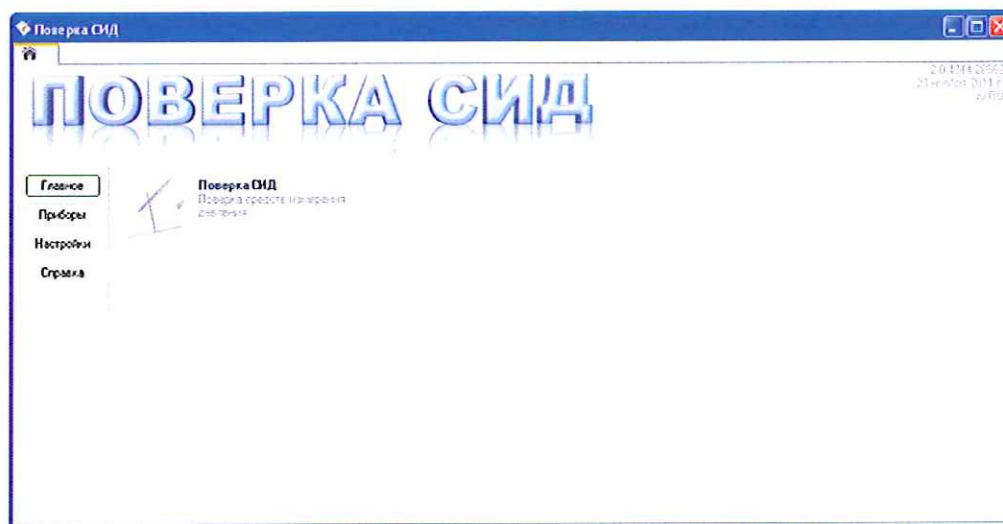
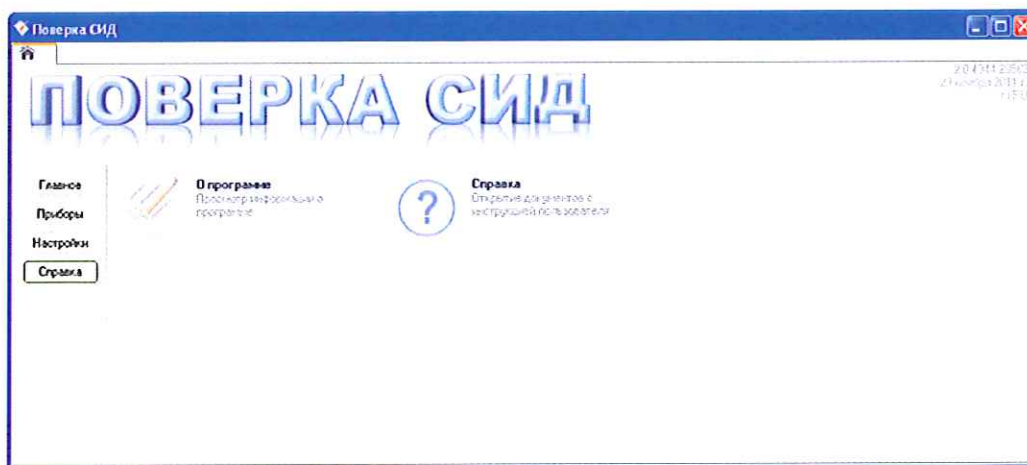

Рисунок 1 – Главное окно программы
Рисунок 2 – Режим программы «Справка»
- в главном окне программы (см. рисунок 1) выбрать режим «Справка» (см. рисунок 2);